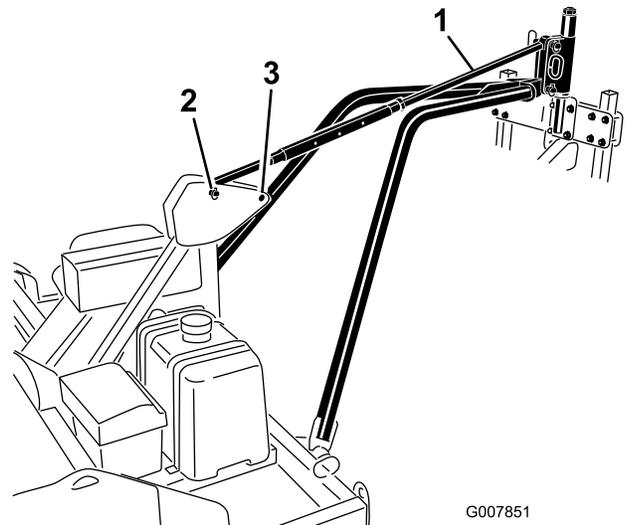

Bild 14
- Fluchten Sie das Loch in der Anbauvorrichtungplatte des Zugarms mit den unteren Löchern in der beweglichen Anbauvorrichtung des Aerifizierers aus Bild 14). Befestigen Sie die Anbauvorrichtungplatte des
- Befestigen Sie den Neigungssteuerungslenker mit Anbauvorrichtungsstiften und Klappsteckeran in den oberen Löchern der beweglichen Anbauvorrichtung des Aerifizierers und des Rahmens (Bild 14).